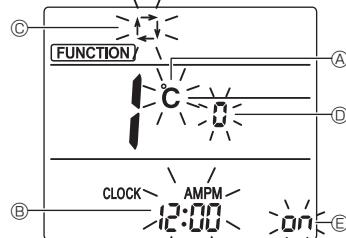

Fig. 5-11
3.Compruebe que se muestra la función N.º “1”, y luego pulse el botón **SET** ③. Se visualizará la pantalla de configuración de la visualización de Pantalla. (Fig. 5-11)
5.12.2. Cambiar la unidad de temperatura (Fig. 5-11 Ⓐ)
5.12.3. Cambiar la visualización de la hora (Fig. 5-11 Ⓑ)
5.12.4. Cambiar el modo AUTO (Fig. 5-11 Ⓒ)
5.12.5. Cambiar el N.º de par (Fig. 5-11 Ⓓ)